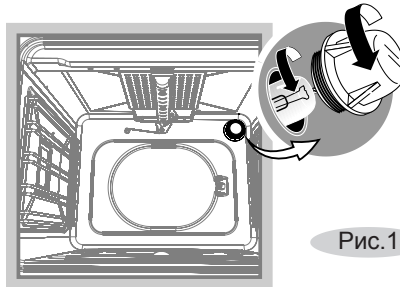

Рис.15
- Открутите стеклянный плафон (рис.15).